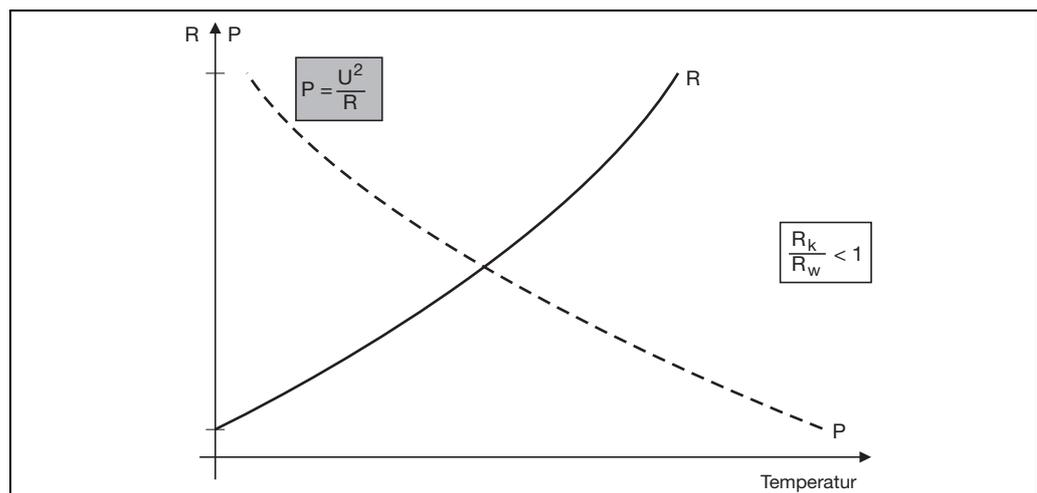

Abbildung 1: Heizelement mit positivem TK
Bei Heizelementen mit positivem Temperaturkoeffizienten (TK), bei denen der **elektrische Widerstand mit steigender Temperatur größer** wird, setzt man bevorzugt einen Leistungssteller mit einer unterlagerten Spannungsregelung (**U²-Regelung**) ein (Abbildung 1).